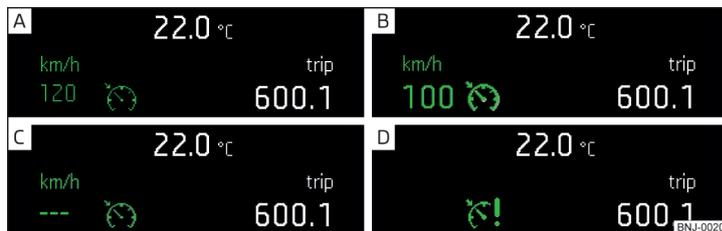
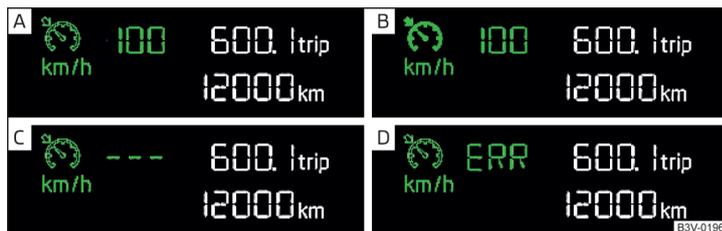

Fig. 200 Pantalla MAXI DOT (monocromática): ejemplos para el indicador de estado del GRA
Fig. 201 Pantalla de segmentos: ejemplos para el indicador de estado del GRA
**Indicador de estado del GRA » fig. 200, » fig. 201**